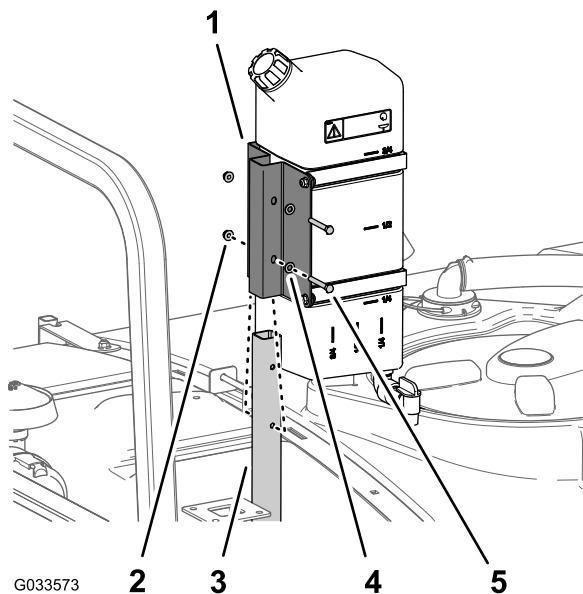

Figura 45
1. Monte el depósito de agua limpia y el soporte en el tubo de sujeción con 2 pernos (5/16" x 2¼") y 2 contratueras con arandela prensada (5/16"), tal y como se muestra en la Figura 45.